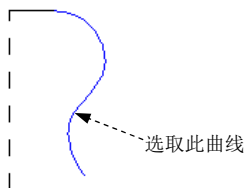
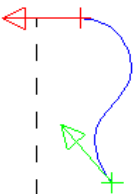

图 5.2.14 定义旋转轮廓 1
图 5.2.15 选取方向
Step2. 选择命令。选择下拉菜单  绘图 (C) →  曲面 (U) →  转曲面 (R)... 命令，系统弹出“串连选项”对话框。
Step3. 定义旋转轮廓。单击  按钮，选取图 5.2.14 所示的曲线，此时系统会自动为所选取的图素添加方向，如图 5.2.15 所示；在选取图 5.2.16 所示的直线，单击  按钮完成旋转轮廓的定义，同时系统弹出“旋转曲面”工具栏。